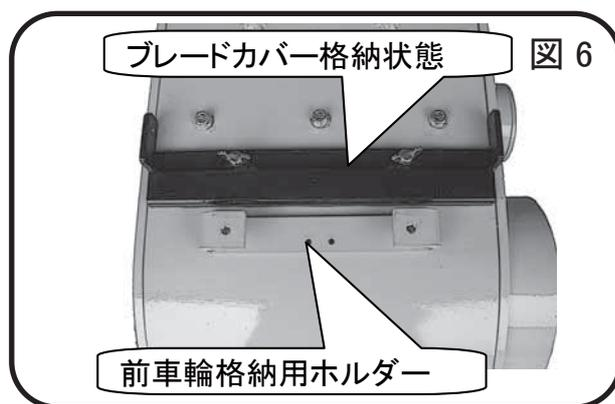

図 4
- (5) ボルトをしっかり締め上げてブレードを固定して下さい。(図 4,5)